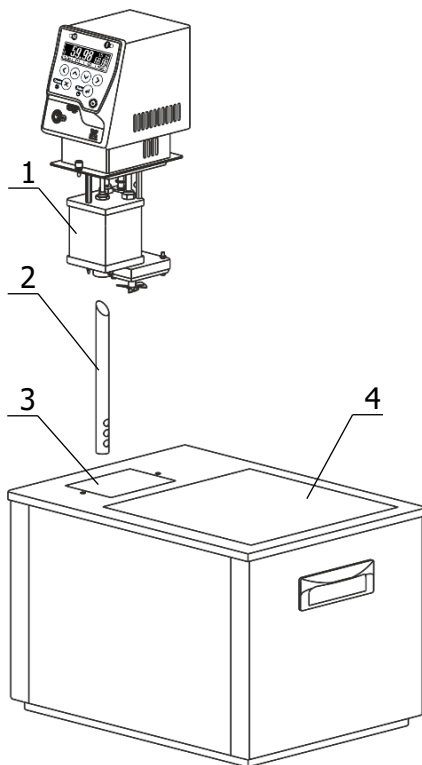

Рисунок 2 — Установка блока регулирования
2.2.3 Вставить выходную трубку 2 (рисунок 2) косым срезом до упора в резервуар 1 так, чтобы выходные отверстия трубки были направлены на переднюю стенку внутренней ванны, как показано на рисунке 3, и зафиксировать трубку винтом. Такое положение выходной трубки обеспечит эффективное перемешивание теплоносителя.
2.2.4 Погрузить блок регулирования температуры в отверстие 3 (рисунок 2) и закрепить его винтовыми фиксаторами на крышке термостата.
2.2.5 Заполнить ванну термостата теплоносителем через отверстие над рабочей зоной 4 (рисунок 2). Температурный диапазон применения теплоносителя должен соответствовать значениям, указанным в 1.2.5. Уровень теплоносителя во внутренней ванне должен быть ниже уровня крышки на 20–30 мм.